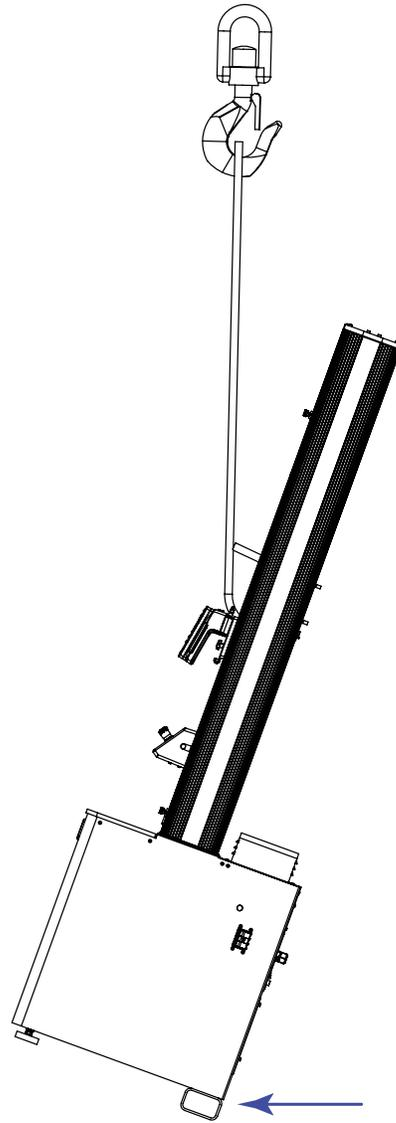

Figura 24. Colocación del bastidor en posición vertical
5. Eleve lentamente el bastidor hasta ponerlo en posición vertical (consulte la Figura 24 en la página 84).
Durante la elevación, asegúrese de que las únicas partes que entren en contacto con la plataforma de transporte o el suelo sean los soportes tubulares en la parte trasera de la base del bastidor (indicados por la flecha en la Figura 24 en la página 84).